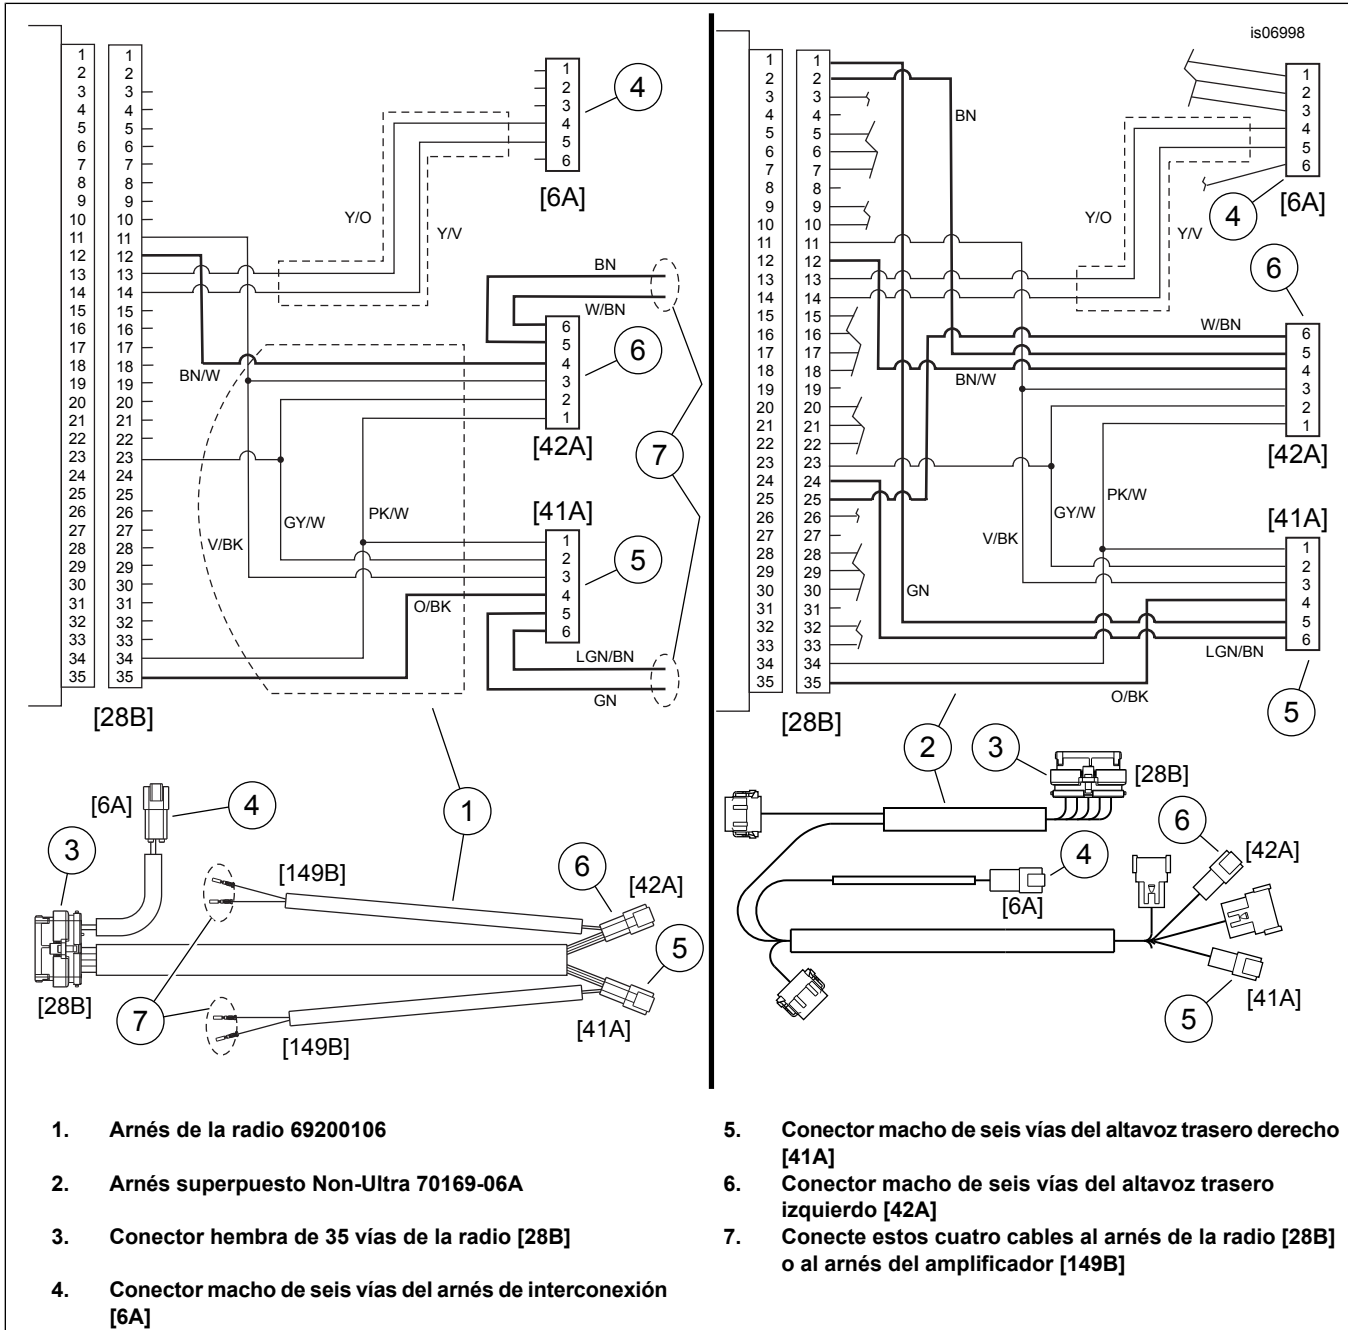

Figura 5. Diagramas de cableado del arnés de la radio/arnés superpuesto Non-Ultra
5. Vea Figura 5. Si aún no lo ha hecho, enchufe el conector hembra de 35 vías [28B] (3) del arnés de la radio (1) o del arnés superpuesto Non-Ultra (2) en la parte trasera de la radio. Conecte el conector macho de seis vías [6A] al arnés de interconexión del vehículo (4). Asegúrelos con correas de cables.